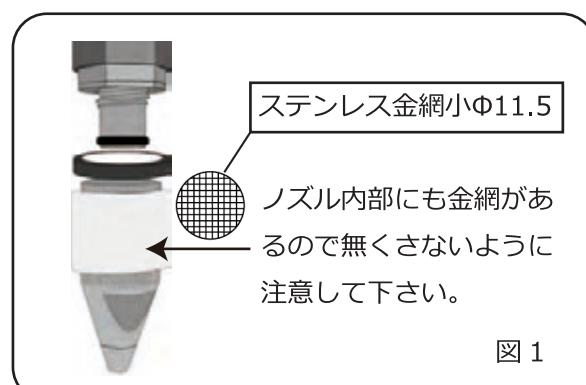

図1
- 必ず本体が冷めている状態で洗浄を行います。ハンドピースの先端に付いているノズルを外して下さい。(図1)